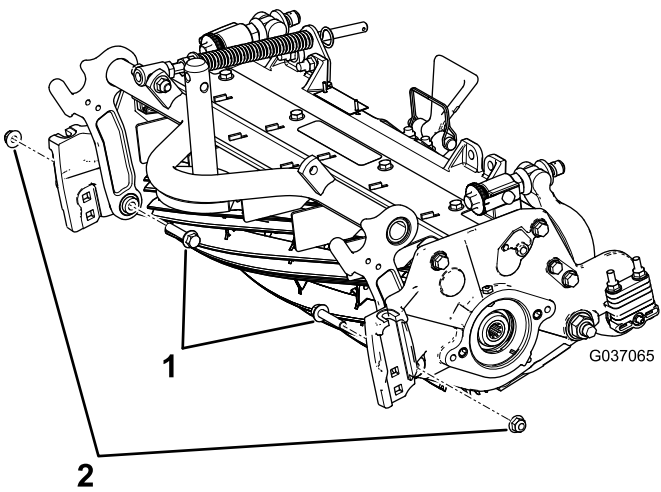

Figura 6
- B. Instale os dois parafusos de cabeça flangeada existentes no interior da unidade de corte e prenda-os com as porcas de bloqueio flangeadas de 3/8 pol. (Figura 6).